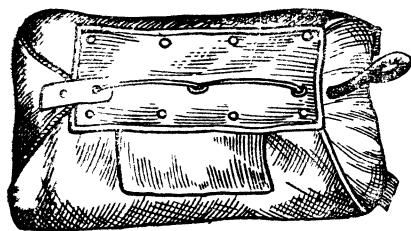

Рис. 174
**Ранец.** Ранец служит для укладки купола со стропами и вытяжным парашютиком (рис. 174). Раскрытый ранец напоминает собой расклеенный, развернутый конверт. На дне ранца имеются ячейки-соты для помещения в них строп при укладке. Ранец имеет клапаны, которые при помощи резинок растягиваются в стороны. На одних клапанах имеются небольшие боковые отверстия, а на других — соответствующие им конусы. После укладки парашюта в ранец клапаны закрываются так, что конусы проходят через отверстия и выступают верхней своей частью чаружу. В боковые отверстия конусов вставляются шпильки, идущие от вытяжного троса, которые и замыкают ранец.